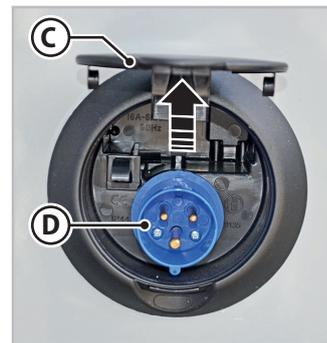

Fig. 6.33 - Toma para la alimentación de 220 V
2. Levante la tapa (C - Fig. 6.33) de la toma (D - Fig. 6.33) situada en el lateral del vehículo.
3. Conecte un cable externo de sección adecuada y homologado a la toma (D - Fig. 6.33).